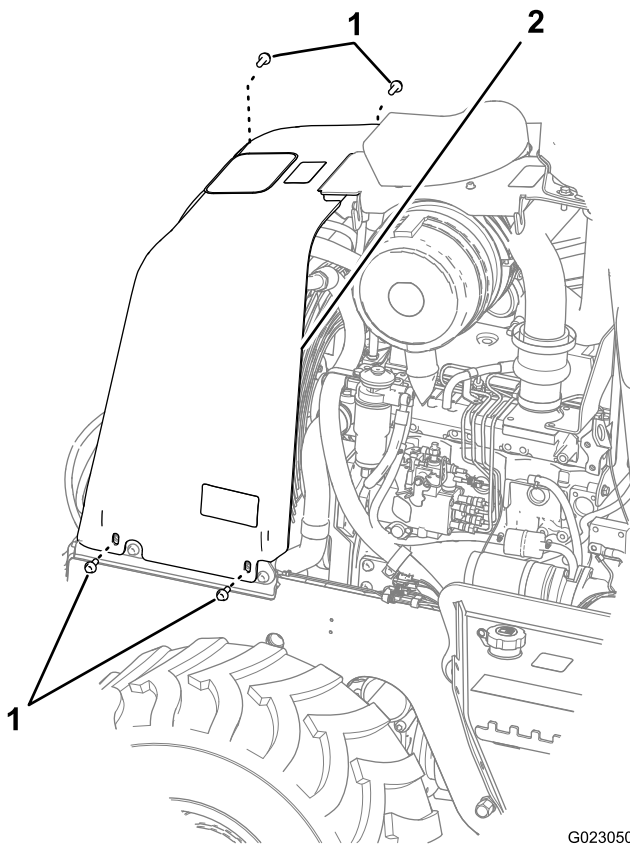

Bild 40
3. Entfernen Sie die vier Schrauben unten an der linken und rechten Seite der Motorhaube (Bild 40).